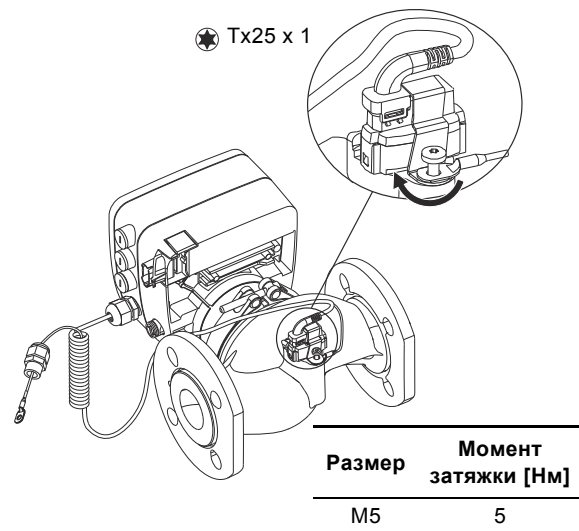

Рис. 9 Установка эквипотенциального монтажного провода
4. Установите кронштейн датчика и закрепите винтом провод с петлевым соединителем прямо на зачищенной поверхности. См. рис. 9.